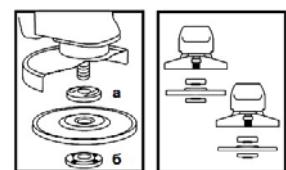

Рисунок 2
4.4 Встановіть на виріб шліфувальний або відрізний круг. Для цього натисніть на кнопку фіксації шпинделя (1) і проверніть шпиндель до положення фіксації.
За допомогою віличного ключа з комплекту виробу відверніть і зімініть затискну гайку (6) (дивіться рисунок 2). Встановіть шліфувальний диск на посадкове місце фланцевої шайби (а) (рисунок 2), наживіть рукою затискну гайку на шпиндель і затягніть її ключем з комплекту виробу. Відпустіть кнопку фіксації шпинделя і переконайтесь в тому, що кнопка звільнена, через дво- або триразове натискання. Проверніть диск і переконайтесь, що шпиндель розблокуваний.